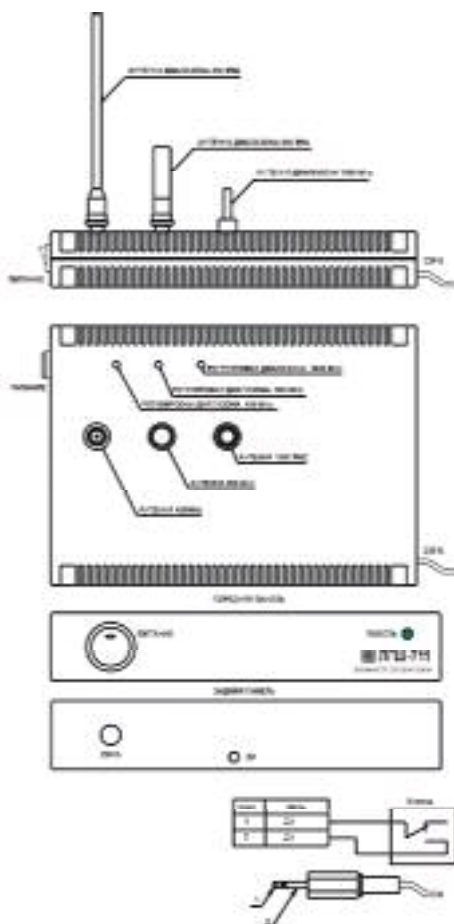

Рис. 1
Генератор собран на одной печатной плате, которая размещается в пластмассовом корпусе. Нормальный тепловой режим работы генератора обеспечивается радиатором, который крепится к печатной плате. Принцип действия генератора основан на излучении шумового сигнала от автогенератора и подачи этого сигнала на выходы антенн (рис.1)
***Важно правильно подключить антенны: в соответствии с рис.1***